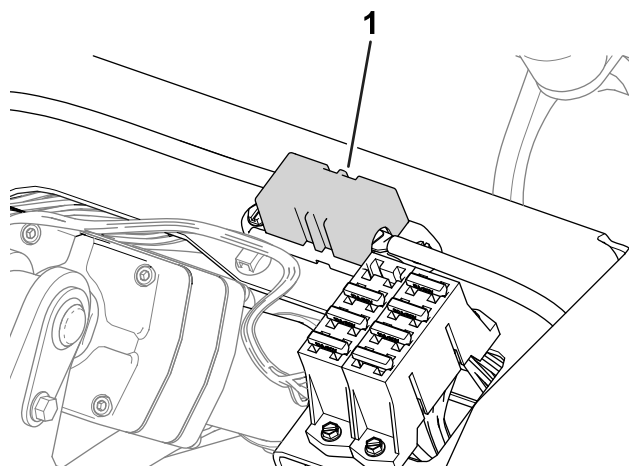

Figura 47
- Os fusíveis do motor da roda direita (60 A) encontram-se debaixo do banco (Figura 47).